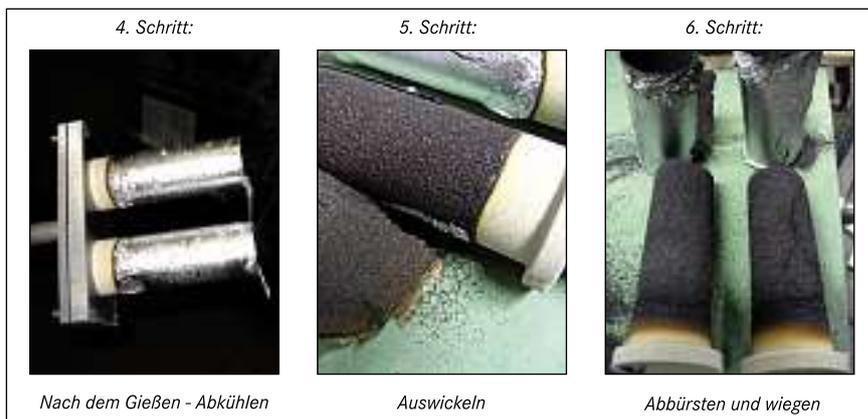

Bild 4: Der Tauchversuch zur Kernzerfallsbestimmung (2 von 2)
Schritt 4 ist das Abkühlen der Kerne. **Bild 4** (links) zeigt zwei getauchte Kerne nach einer bestimmten Tauchzeit. Die Kerne sind mit einer dünnen Schicht aus erstarrtem Aluminium bedeckt, die abkühlen muss.
Schritt 5, das Auspacken der Kerne (**Bild 4, Mitte**), muss sehr behutsam durchgeführt werden. Die dünne Aluminiumfolie kann problemlos manuell entfernt werden. Dabei ist sehr sorgfältig darauf zu achten, die Folie vollständig zu entfernen, ohne die Kernoberfläche zu beschädigen.
Schritt 6 (**Bild 4, rechts**) dient der Bewertung der Zerfallseigenschaften des Binders. Jeder Kern muss mit Hilfe eines weichen Pinsels abgebürstet werden, bis jedes lose Sandkorn entfernt ist. Dies muss wiederum sehr sorgfältig und ohne Krafteinwirkung geschehen. Danach ist jeder Kern erneut zu wiegen.